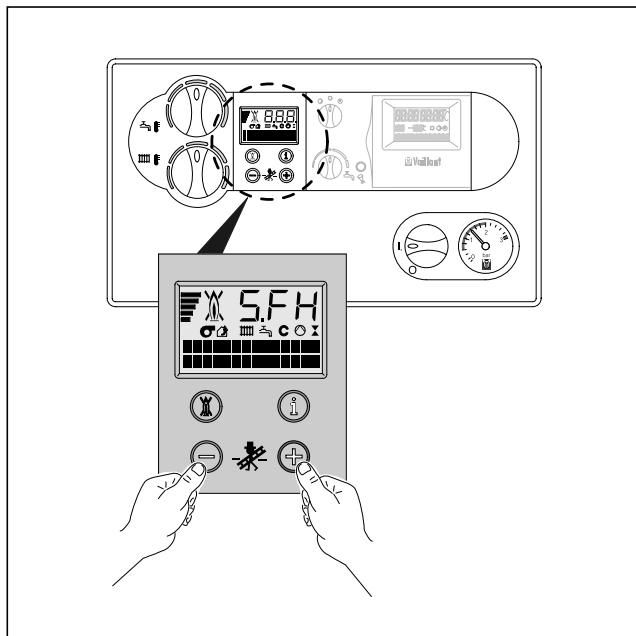

Bild B.9: Mätningar av sotare
4.5 Statusindikeringar (bild B.9)